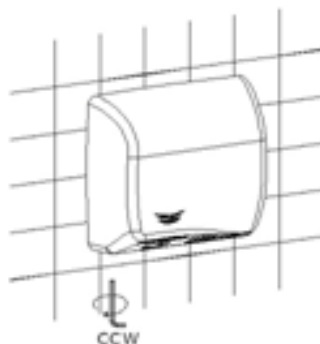

Fig 9.
6. Drehen Sie die Befestigungsschrauben mit dem mitgelieferten Spezialschlüssel gegen den Uhrzeigersinn (CCW) fest (siehe Abbildung 9).